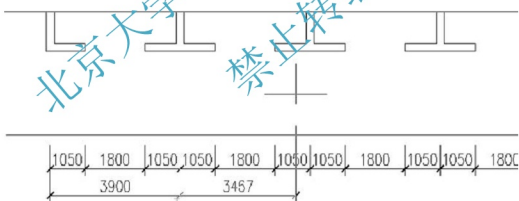

图 3.46 连续标注自动连接到刚才所标注的尺寸线上
(3) 执行菜单栏中的【标注】|【连续】命令, 光标自动连接到刚才用【基线】标注命令所标注的尺寸线上, 如图 3.46 所示。